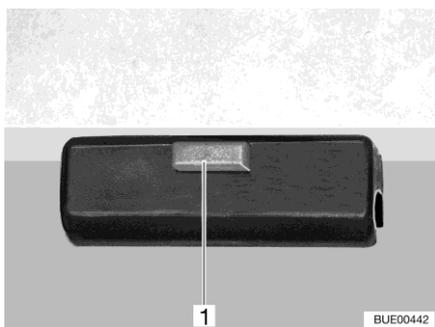

Fig. 127 Bloccaggio
- Aprire il bloccaggio (Fig. 127,1) del piano del tavolo.